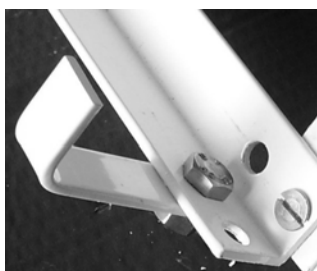

Figura 3
9. Para finalizar fije las garras de sujeción a la estructura tal y como se muestra en la Figura 3. Para los captadores de la gama P el resultado sería el mostrado por la Figura 4.